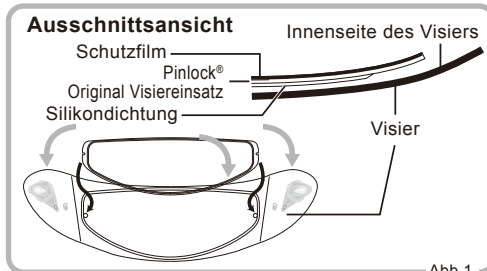

Abb. 1
- ① Visier öffnen (Abb. 1) (so weit wie möglich öffnen)
- 1 Überprüfen Sie zunächst, welche Visierbefestigung auf welche Seite gehört (Siehe Abb. 1).
- 1 Legen Sie den Pinlock® Original Visiereinsatz im Visier an, sodass die Silikondichtung das Visier berührt. Ziehen Sie den Schutzfilm der Scheibe noch nicht ab. Befestigen Sie den Pinlock® Original Visiereinsatz im Visier, indem Sie ihn auf die Stifte drücken. (Abb. 1 und 2)
- ① Die drei Druckverschlüsse an der Hinterseite der Wangenpolster öffnen. (Abb. 1)